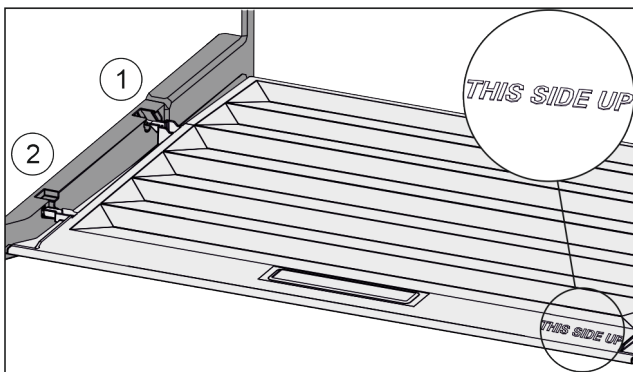

Fig. 102
- ▶ Introduire les rainures du couvercle par l'orifice du support arrière Fig. 102 (1) et les enclencher à l'avant dans le support Fig. 102 (2).